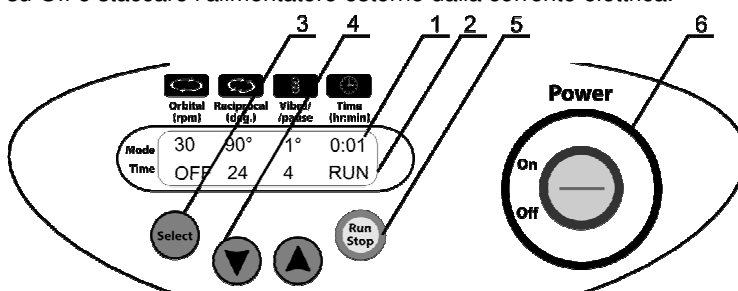

Fig.2. Pannello anteriore
- 4.1. Collegare l'alimentatore esterno alla corrente e accendere l'interruttore di alimentazione portandolo su On (Fig.2/6).
- 4.4. Premere il tasto Run Stop (Fig.2/5) per avviare il programma. La piattaforma comincerà a muoversi e sul display verranno visualizzati l' indicazione corrispondente "RUN" (fig.2/2) e i vari valori di tempo.
- 4.5. Se il tempo di funzionamento non è impostato e nell'indicatore del timer (Fig.2/1) compare "OFF", premendo il tasto Run Stop l'unità verrà avviata in modalità di funzionamento continuo e l'operazione potrà essere interrotta solo premendo nuovamente il tasto Run Stop .
- 5.1. Premere il tasto Select (Fig.2/3) per selezionare il parametro che si desidera modificare (ogni volta che si preme il tasto Select vengono attivati in successione i parametri). Il parametro attivo lampeggia. Utilizzare i tasti ☐ e ☐ (Fig.2/4) per impostare i valori desiderati (nota: tenere premuto il tasto per più di 2 secondi per modificare i valori più velocemente).